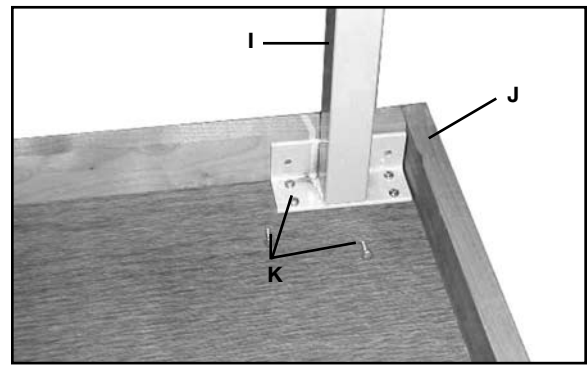

FIG. 11
7. Positionner la patte de table (I) le plus près du coin de la rallonge (J) de la table comme montré à la fig. 11.
8. Fixer la patte de table à la planche de la table au moyen de six longues vis à bois (K) de 5/8 po (16 mm). Répéter l'assemblage pour l'autre patte de table.